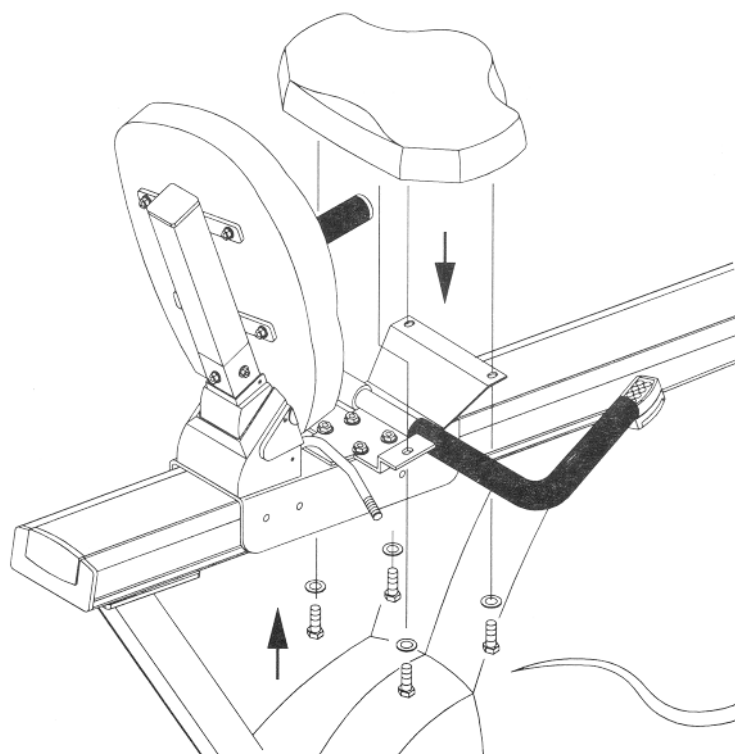

Fig.8
10. Maak de basis van het zadel vast door gebruik te maken van de bouten en sluitringen. Steek de bouten onder het zadel door, twee aan de achterkant en twee aan de voorkant. Maak de bouten stevig vast. (zie fig.8)